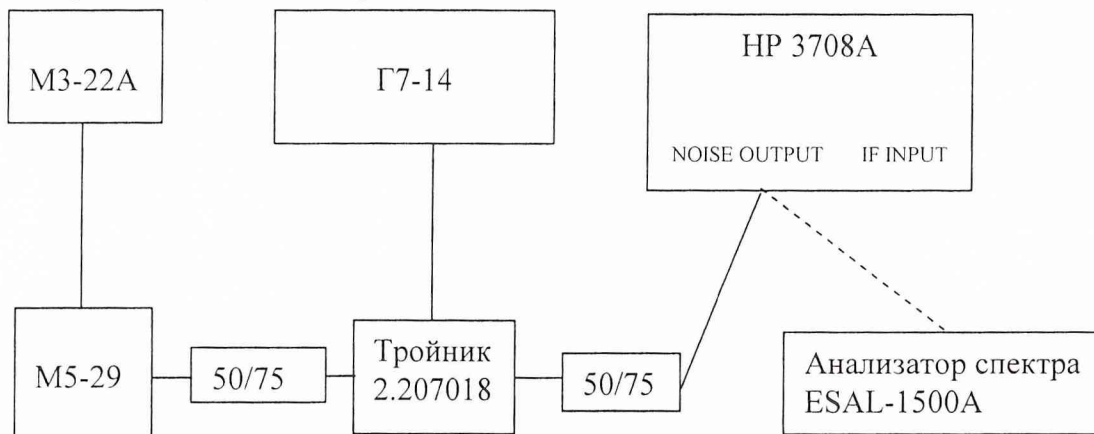

Рис. 8
1.Собрать схему согласно рис. 8